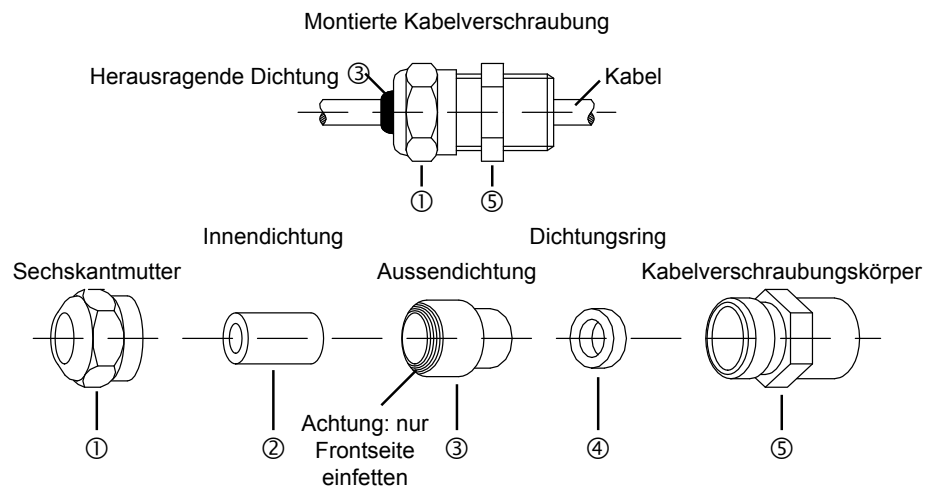

Bild 2–2 Kabelverschraubung
- a. ① im Gegenuhrzeigersinn losschrauben, wobei ⑤ nicht vom Gehäuse getrennt werden darf.
- b. ② und ③ aus ① herausnehmen. Beide Dichtungen ermöglichen ein Anpassen der Kabelverschraubung an die verschiedenen Kabeldurchmesser. ② kann leicht aus ③ herausgedrückt werden.
- c. Kabel durch ①, ② (wenn nötig), ③, ④ und ⑤ hindurchstossen.
- d. Kabelverschraubung wieder zusammenmontieren und fest anziehen. Damit die erwünschte Dichtheit erreicht wird, muss ③ mit Silikon eingefettet und ① so angezogen werden, dass ③ herausragt (siehe *Bild 2–2*).